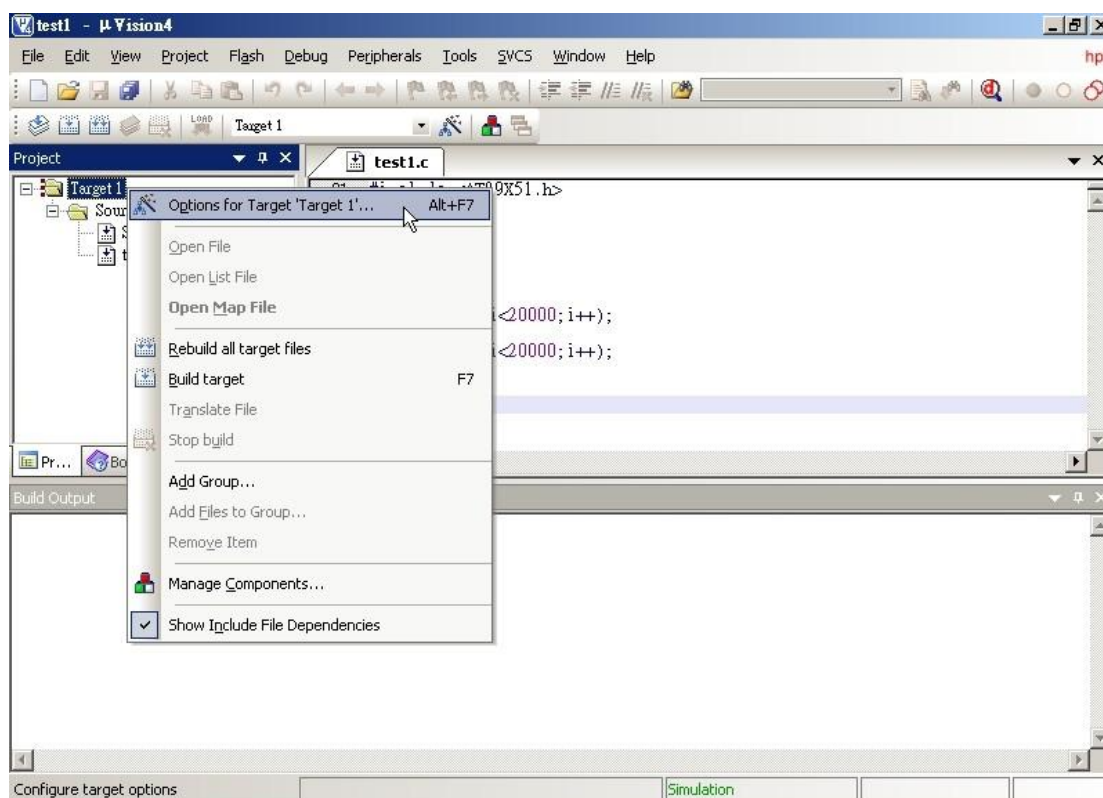

图 1-14 选取“Options for target ‘Target 1’...”
(6) 接下来要来做一些基本的设定选项的工作。滑鼠在屏幕左边的 Target 1 资料夹图示上右键单击，弹出一选单，如图 1-14 所示，然后选取“Options for target ‘Target 1’...””。